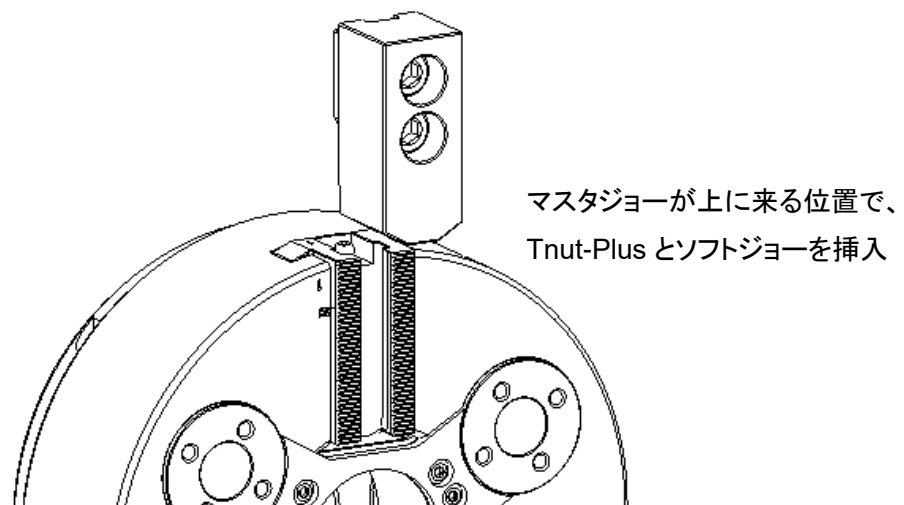

図 14-2 Tnut-Plus とソフトジョーのマスタジョーへの挿入
- Tnut-Plus の取付再現性を維持するため、ソフトジョーをマスタジョーに挿入し取付ボルトを締め付ける作業は、マスタジョーの位置を上に行ってください。(図 14-2 参照)